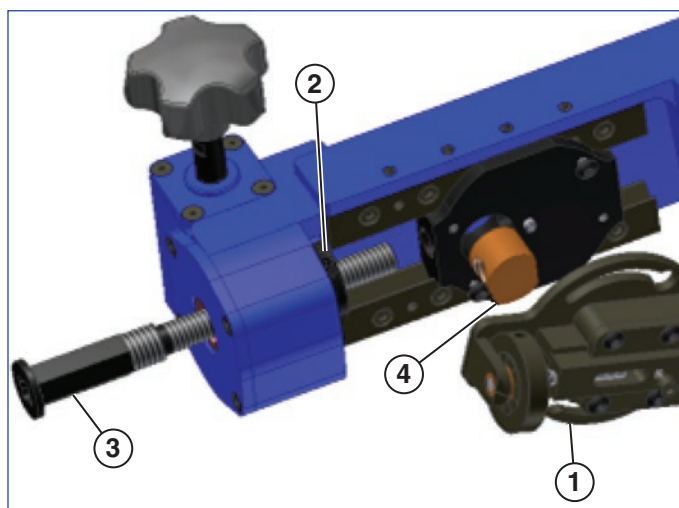

Рисунок 6
- Устройство QuickFace комплектуется двумя ходовыми винтами. Если требуемая шероховатость поверхности составляет 125 - 250 микродюймов (3,18 - 6,35 μm), используйте ходовой винт размером 1/2 - 11. Если требуемая шероховатость поверхности составляет 60 - 100 микродюймов (1,52 - 2,54 μm), используйте ходовой винт размером 1/2 - 20. См. рисунок 6.